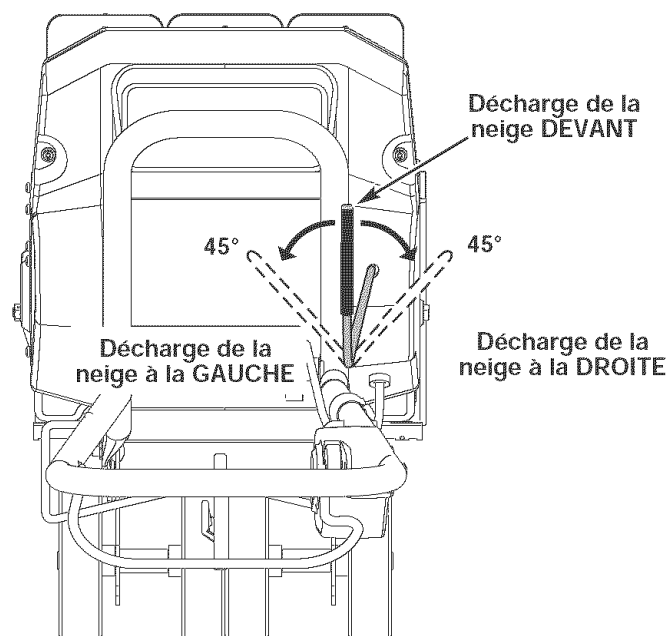

Fig. 7
2. Appuyez sur le commutateur de surcharge pour le réarmer et reprenez le travail (Fig. 7).
3. Tournez le contrôle directionnel de décharge vers la gauche, le centre ou la droite, selon la direction vers laquelle vous voulez projeter la neige (Fig. 7).